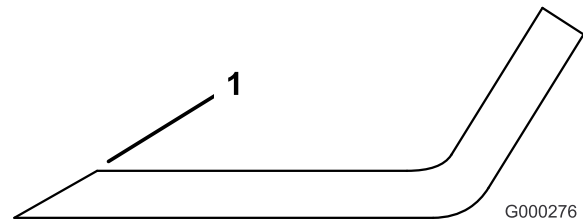

Figura 71
1. Afíle el filo de corte en ambos extremos de la cuchilla (Figura 71). Mantenga el ángulo original. La cuchilla permanece equilibrada si se retira la misma cantidad de material de ambos bordes de corte.